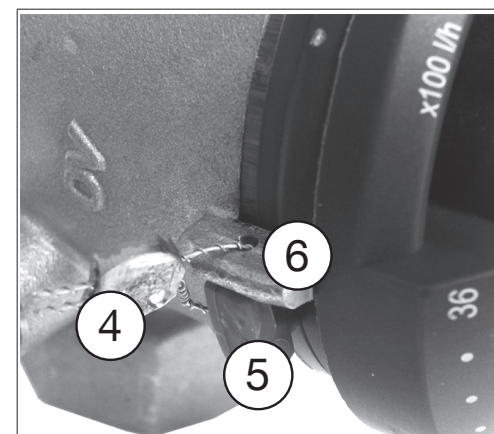

Fig. 12: Protection du pré-réglage
1. Démontez la bague de blocage (3).
2. Pousser la poignée manuelle (2) et la tourner jusqu'à ce que le marquage de la valeur de consigne (1) se trouve en face de la valeur de débit souhaitée (maintenant la poignée manuelle enclenchée dans la denture).
3. Remonter la bague de blocage (3).
**i** En option, la bague de blocage (5) peut être plombée au marquage de la valeur de consigne (6) à l'aide du jeu de plombage (4) (accessoire, réf. 1089091) (voir Fig. 12).